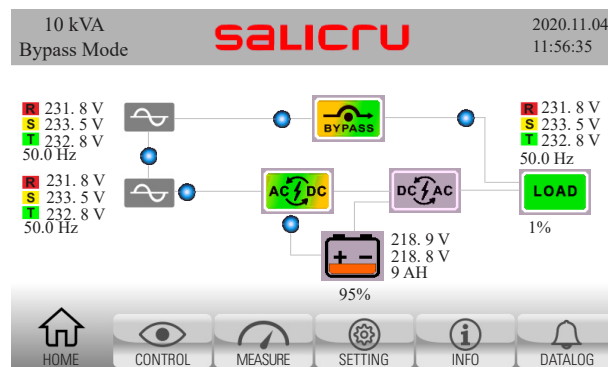

Fig. 35. Écran principal en mode bypass. Le flux d'énergie passe de l'entrée de bypass à la sortie directement, à travers l'interrupteur statique de bypass.
2. Les charges sont alors alimentées directement depuis la ligne de bypass statique. Vérifier que le synoptique de l'équipement correspond à celui de la Fig. 35 (équipement en mode bypass).
11. L'alarme <3A> **maintain is open** (Contact bypass de maintenance ouvert) disparaît. Vérifier que le synoptique de l'équipement correspond à celui de la Fig. 35 (équipement en mode bypass).
- b. L'onduleur passe automatiquement du mode attente au mode bypass, les charges sont alors alimentées directement depuis la ligne de bypass statique. Vérifier que l'alarme <0B> EPO active (EPO activé) disparaît. Vérifier également que le synoptique de l'équipement correspond à celui de la Fig. 35 (équipement en mode bypass).